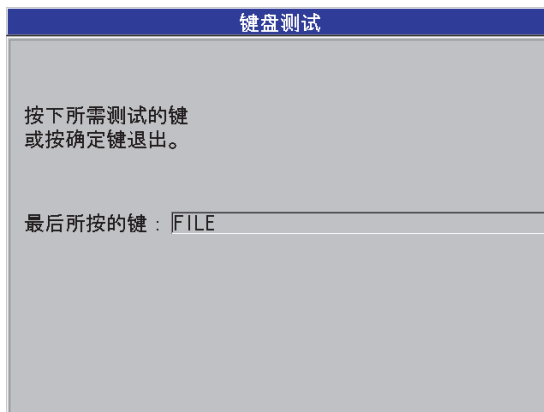

图 15-2 键盘测试屏幕
4. 选择**键盘测试**后, 在**键盘测试**屏幕中 (参见第 272 页的图 15-2):